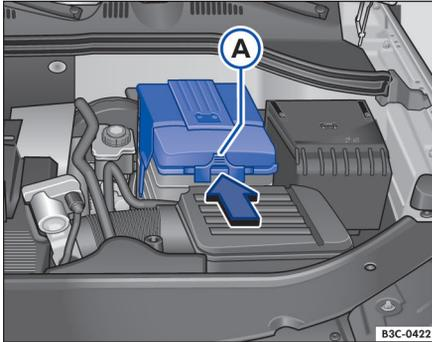

Fig. 158 En el vano motor: desmontaje de la tapa de la batería del vehículo.
- *En el caso de llevar una tapa:* presione la pestaña ⇒ fig. 158  en el sentido de la flecha y retire la tapa hacia arriba.